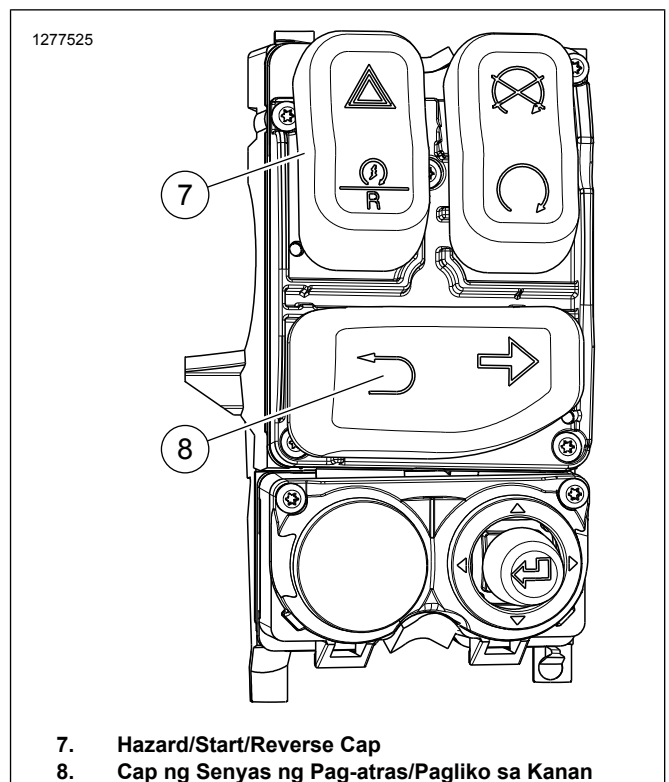

Figure 8. 2019 at Mas Bagong Kanang Kontrol ng Trike (OE)
- c. Tingnan ang Figure 8 . Tanggalin ang Hazard/Start/Reverse cap (7) mula sa OE modyul ng kontrol.
- d. Tingnan ang Figure 8 . Ikabit ang cap ng Senyas ng Pag-atras/Pagliko sa Kanan (8) sa bagong modyul ng kontrol.
- e. Tingnan ang Figure 8 . Ikabit ang Hazard/Start/Reverse cap (7) sa bagong modyul ng kontrol.